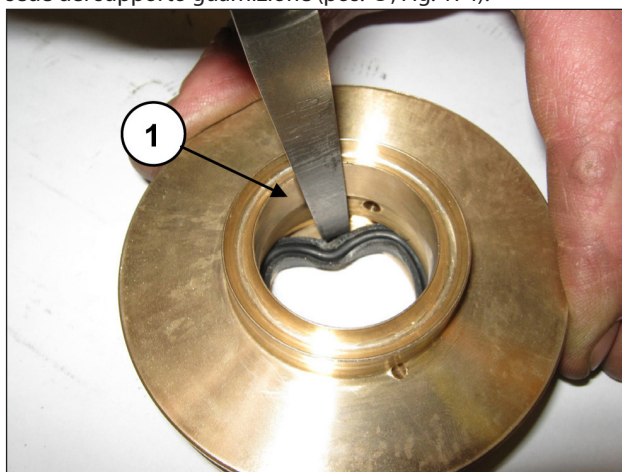

Fig. 174
Per togliere la guarnizione di bassa pressione è necessario utilizzare uno spessore o un attrezzo che non danneggi la sede del supporto guarnizione (pos. ①, Fig. 174).